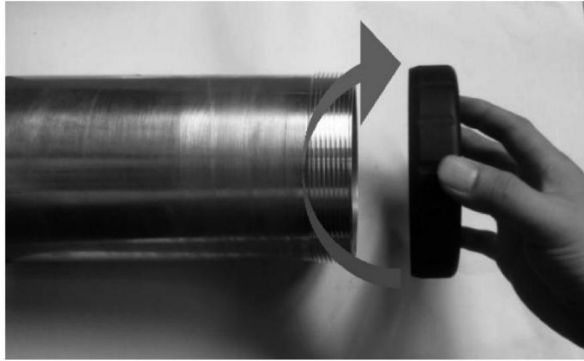

Fig. 3
4.1.1 Installer ou changer le dispositif de retenue de douille d'empilage. Sélectionner un dispositif de retenue correspondant selon les tailles du pieu 49mm 69mm 100mm. Voir Fig.3.